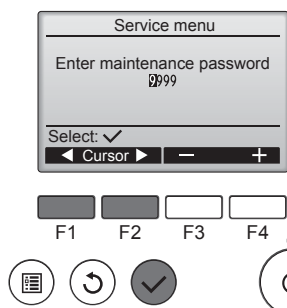

Fig. 7-2
- ① Seleccione "Service" (Revisión) desde el Menú principal, y pulse el botón [✓].
- ② Una vez seleccionado el Menú Revisión aparecerá una ventana que pide la contraseña. (Fig. 7-2)